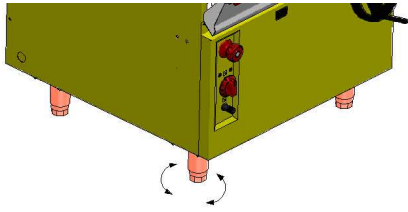

Fig. 1
*Nivelar y regular la altura del aparato.(Fig. 1)